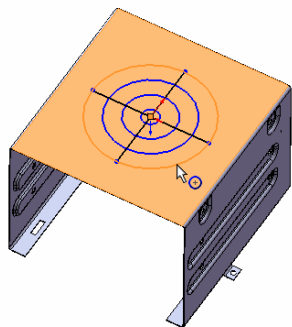

图 10-144 选择通风口边界
❸ 生成“通风口”特征。选择菜单栏中的“插入”→“扣合特征”→“通风口”命令，或者单击“钣金”工具栏中的“通风口”图标。弹出“通风口”属性管理器，选择通风口草图中的最大直径圆作为边界，键入圆角半径数值：2，如图 10-144 所示。